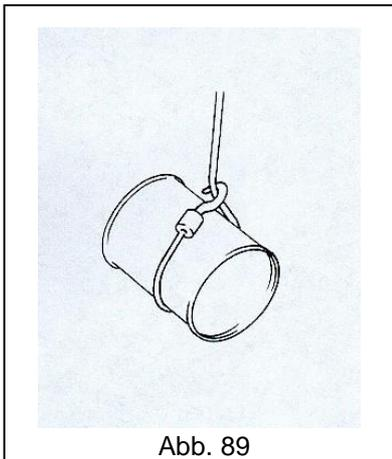

Abb. 89
- **NIEMALS** das Seil bzw. die Kette des Zugs zum Anschlagen der Last verwenden (Abb. 89).